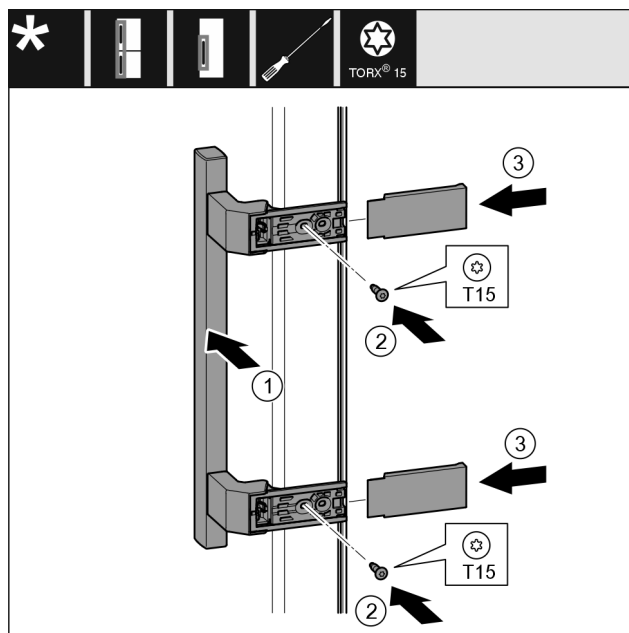

Fig. 41
- ▶ Nasad'te madlo Fig. 41 (1) na protilehlé straně.
- ▶ Šroubovákem šrouby Fig. 41 (2) pevně utáhněte.
- ▶ Kryty Fig. 41 (3) bočně nasad'te a nasuňte.